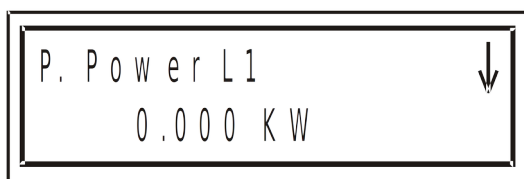

Рис. 27
3. Выберите пункт **P. Power** для отображения активной мощности. Нажмите **Enter**, на дисплее появится экран значений активной мощности. Используйте кнопки \downarrow , \uparrow , чтобы посмотреть активную мощность во всех трех фазах и суммарную активную мощность (рис. 27):